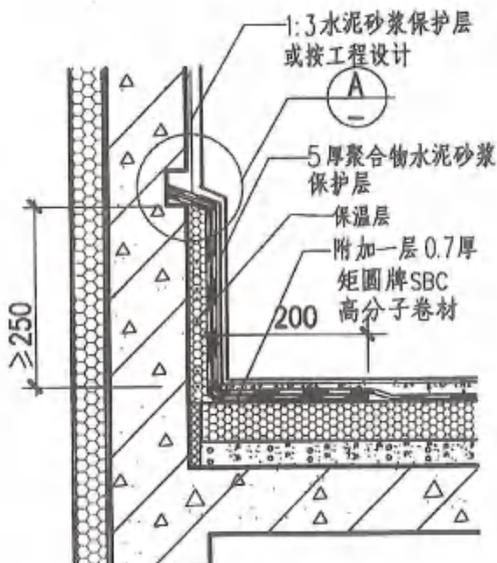

图16-1 平屋面砖女儿墙做法
(1) 一般规定，不仅外侧做，内侧也要做，按规范应该是把顶面和内侧都做上保温，如果女儿墙不做保温，女儿墙与屋面板就会形成冷热桥，不利于工程整体保温性能。具体还需结合实际图纸，如果发生，则不要漏算。
(2) 同时，如果有部位不做保温，冷热空气就能进入室内，也会影响整体保温效果。常见女儿墙做法如图 16-1 所示。